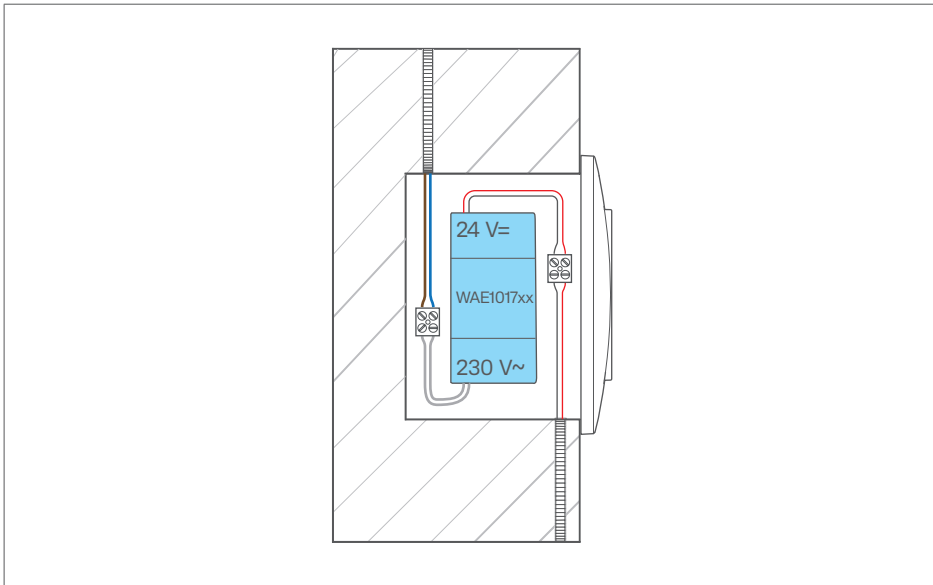

Bild 16: Abschottung 230 V~ und 24 V= mittels Netzteil
- Netzteil so in die Gerätedose installieren, dass der Anschluss der 230 V~ von dem der 24 V-Leitungen getrennt bleibt. Dazu das Netzteil zur Abschottung nutzen (Bild 16).